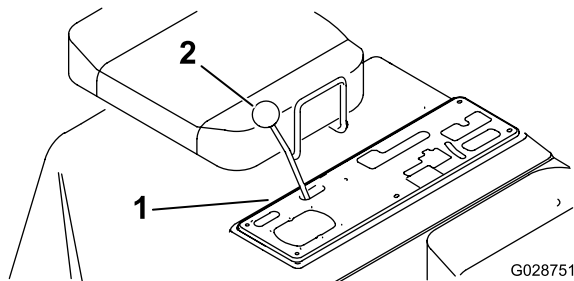

Bild 12
1. Nehmen Sie alle Handräder von den Hebel des mittleren Bedienfelds ab (**Bild 12**).
2. Entfernen Sie die sechs Schrauben, mit denen die Außenkante der Abdeckplatte des mittleren Bedienfelds am Rahmen befestigt ist, und nehmen Sie die Abdeckplatte ab (**Bild 12**).